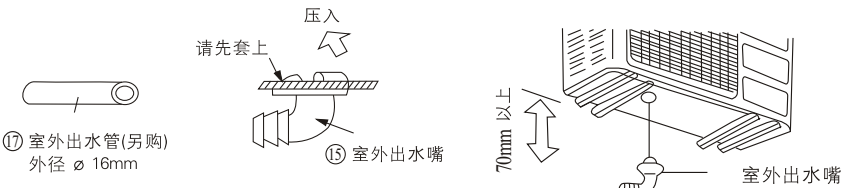

图 30
- 请将机体在安装后，按图 30 所示将附件 ⑮ 室外出水嘴安装在出水量孔中，再套上附件 ⑰ 室外出水管（另购），再使之朝向最合适的位置。